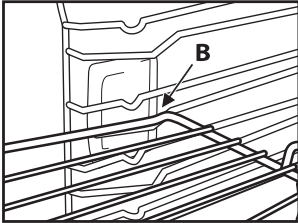

Fig. 2
2. Skråstill risten ved blokkeringsstillingen "B" (fig. 2).